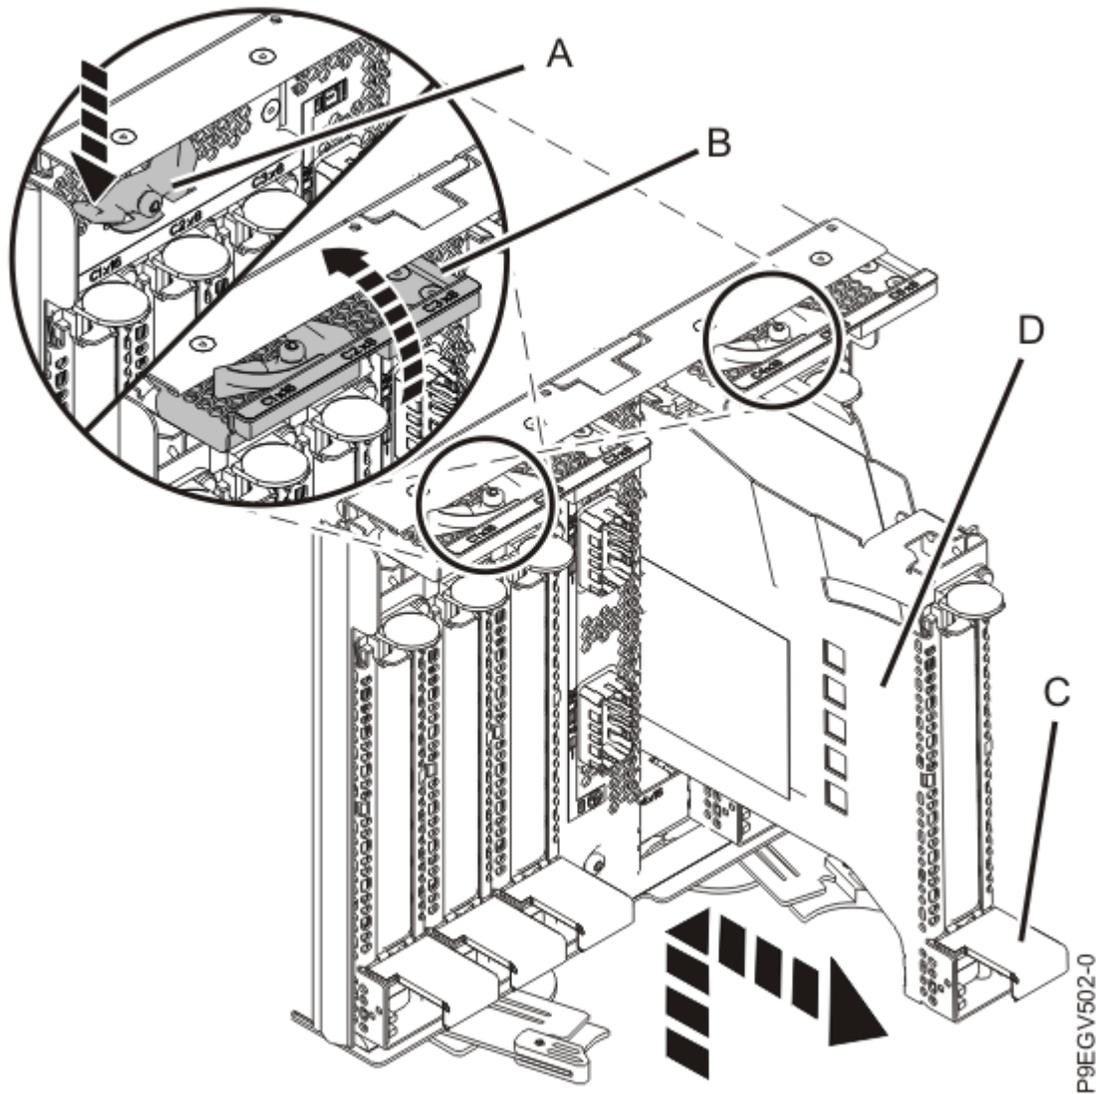

Figura 12. Extracción de una casete de adaptador PCIe
- a) Libere ambas puertas del pestillo (**B**) ejerciendo presión sobre las palancas de los pestillos (**A**) en la dirección que se muestra en la Figura 12 en la página 15.
Las puertas de los pestillos (**B**) giran automáticamente en la dirección que se muestra en la Figura 12 en la página 15.
- b) Levante el asa de la casete del adaptador PCIe (**C**) y sáquela de la ranura de la casete del adaptador PCIe (**D**), tal como se muestra en la Figura 12 en la página 15.